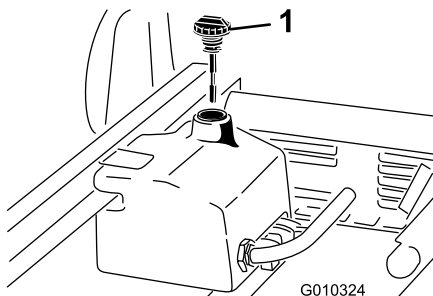

Figure 21
1. Nettoyez la surface autour du goulot et du bouchon de remplissage du réservoir hydraulique (Figure 21). Enlevez le bouchon du goulot de remplissage
2. Dévissez la jauge (Figure 21) du goulot de remplissage et essuyez-la sur un chiffon propre. Réinsérez la jauge dans le goulot de remplissage, sortez-la de nouveau et vérifiez le niveau de liquide. Il doit se situer entre les repères de la jauge.